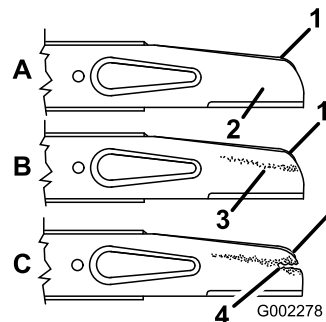

Рисунок 24
Внимательно проверьте остроту и степень износа ножа, особенно в месте соединения плоской и изогнутой частей ножа (Рисунок 24А). Проверяйте нож перед эксплуатацией машины, поскольку песок и абразивный материал могут стачивать металл между плоской и изогнутой частями ножа. Если вы заметите бороздку или износ (Рисунок 24В и Рисунок 24С), замените нож; см. раздел Демонтаж ножа \(страница 28\).
2. Выверните болт ножа, снимите стопорную шайбу, акселератор и нож (Рисунок 24).